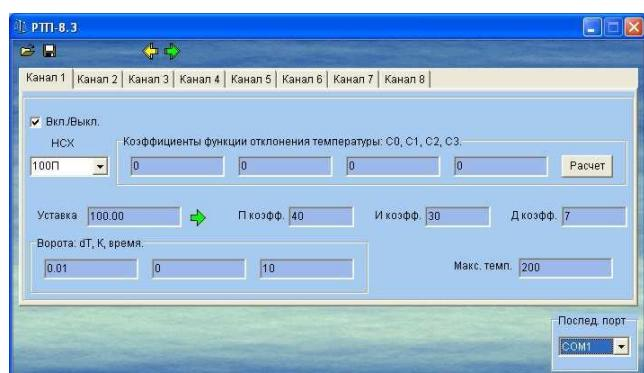

Рис. 4.
8.1. Управляющая программа предназначена дня настройки РТП-8.3: включения/выключения каналов, выбора ТС или ТП, калибровки, ввода ПИД коэффициентов регулирования, ввода критериев выхода на уставку и др. После запуска управляющей программы и загрузки настроек из файла на дисплее компьютера появится картинка аналогичная Рис. 4. Каждому из каналов соответствует своя закладка в программе.